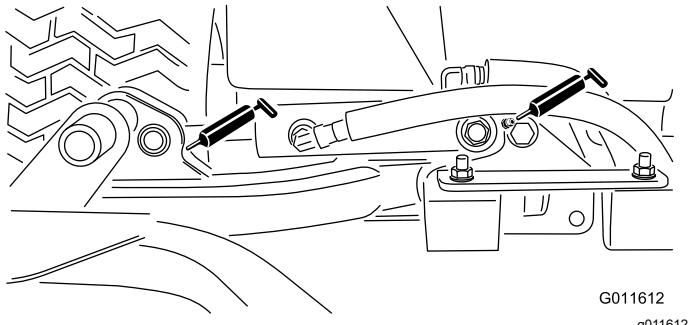

Figura 72
- Cilindros del brazo de elevación de la unidad de corte (2 en cada) – Figura 72